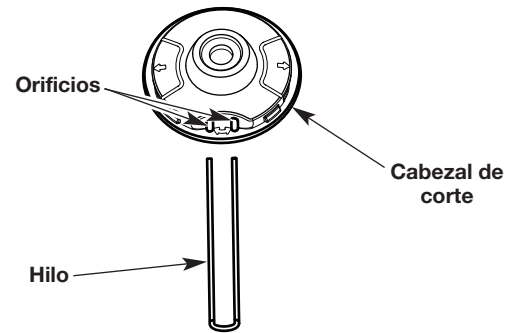
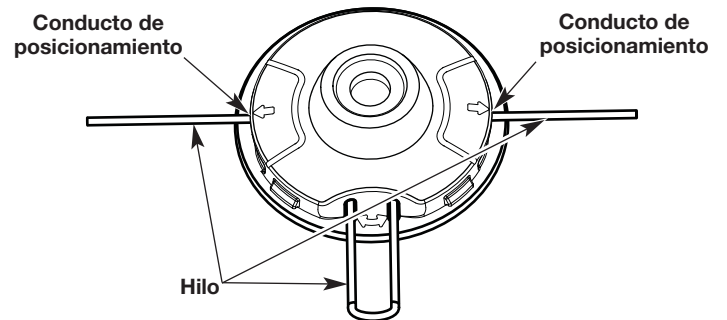

Fig. 7
Fig. 8
3. Inserte los extremos del hilo a través de los orificios circulares que están al costado del cabezal de corte (Fig. 7). Empuje el hilo a través de los orificios hasta que ambos extremos sobresalgan de los conductos de posicionamiento (Fig. 8).